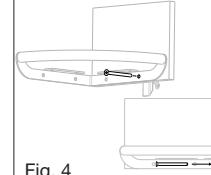

Fig. 4
13. Alors que vous tenez la collerette et faites pression sur la barre en tirant vers l'extérieur, insérez une vis de 3 po (7,62 cm) dans le trou central de la collerette. Ensuite, insérez la vis à métal dans le trou fileté de la barre et serrez suffisamment pour maintenir la barre droite. **NE SERREZ PAS COMPLÈTEMENT.** (**Fig. 4**)